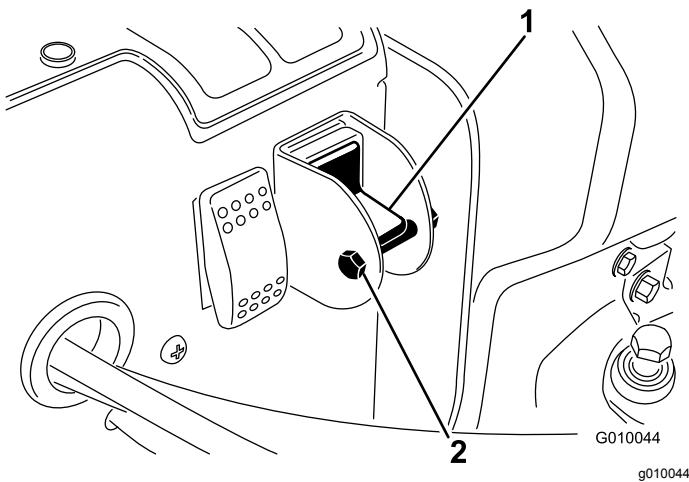

Figura 30
4. Rimuovete il bullone di bloccaggio e il dado dal selettori (Figura 30).